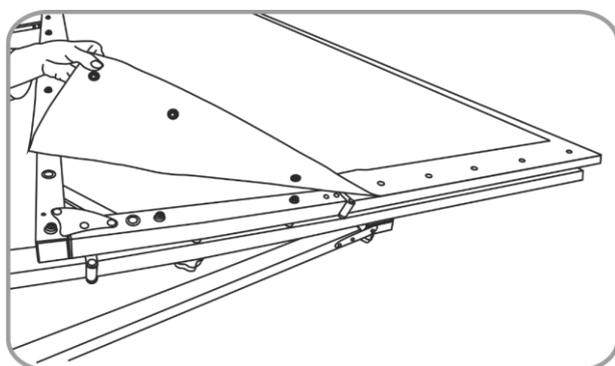
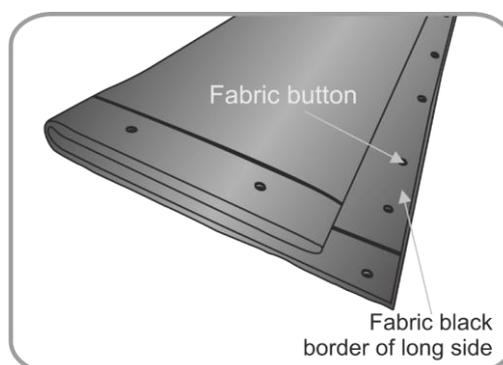
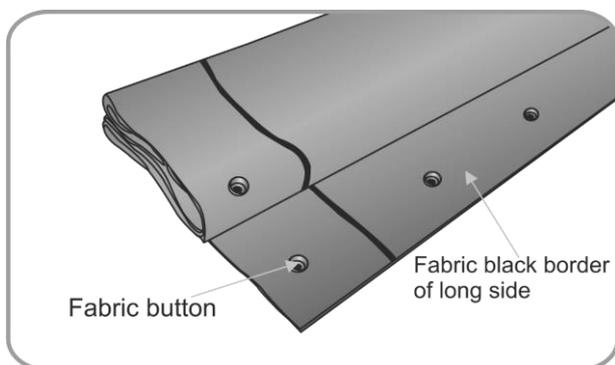

Abb. 13
Abb. 14
Abb. 15
02) Nehmen Sie die Leinwand vom Rahmen, indem Sie die Knöpfe lösen (Abb. 13). Reinigen Sie die Leinwand gegebenenfalls. Falten Sie die Leinwand entlang der kurzen Seiten (Abb. 14) und falten Sie sie dann erneut (Abb. 15 -16). Lassen Sie den schwarzen Rand frei, um Kratzer zu vermeiden. Führen Sie diesen Schritt nicht alleine durch. Sie benötigen dafür 2 Techniker.